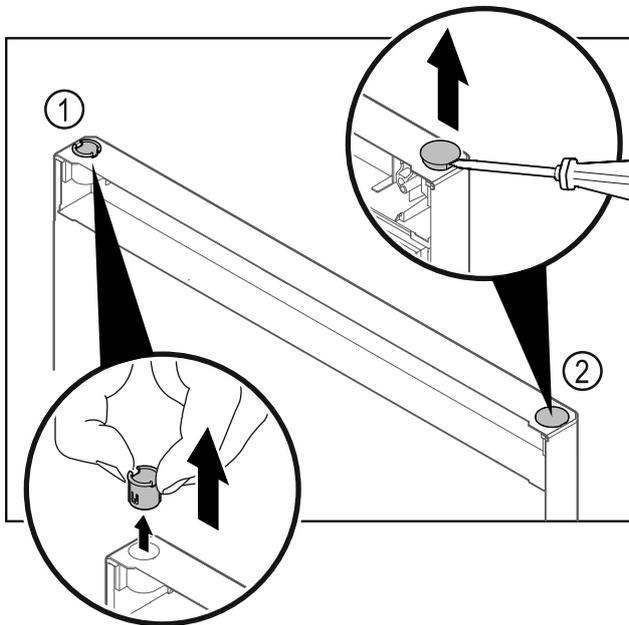

Fig. 30
- Retirer la bague Fig. 30 (1) avec les doigts.
- Soulever délicatement le bouchon Fig. 30 (2) avec un tournevis plat et le retirer.